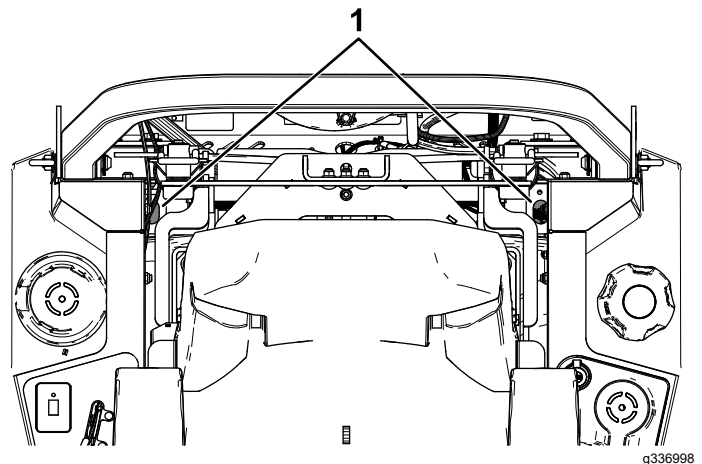

Figura 68
4. Folosind o extensie și o cheie de 7/16", accesați dopul orificiului de ventilație din partea superioară a mainii prin orificiile de lângă suporturile barei antiruliu (Figura 68).